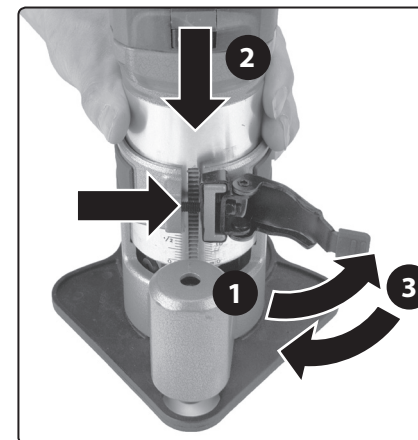

Abb. 26F
- Öffnen Sie den Klemmhebel der vorgeetzten Grundplatte und setzen Sie die Motoreinheit so in die Grundplatte ein, dass sich die vertikale glatte Nut am Fräsekörper an der Querverbindungsschraube befindet, wie in Abb. 26F gezeigt. Rasten Sie danach den Spannhebel der Grundplatte wieder ein.